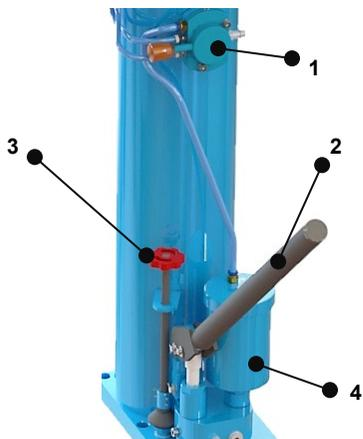
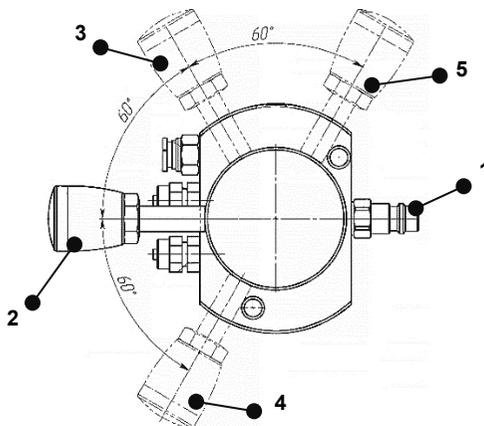

Рис.1 (для модели РП)
Рис.2 (для модели П, РП)
- 5.1 Присоедините пневмошланг линии сжатого воздуха к штуцеру пневмораспределителя (Рис.1 поз.1, Рис.2 поз.1). Рабочее давление линии сж. воздуха 6-10 бар.
- 5.2 Убедитесь, что клапан сброса давления (Рис.1 поз.3) закрыт (по ЧС). Для быстрого подвода штока, переместите ручку распределителя из нейтрального положения 2 в положение 3 (Рис. 2). Достигнув нагрузки верните ручку в нейтральное положение 2 (Рис.2).
5.3 При помощи ручного насоса (Рис.1 поз.2) осуществите подъём транспортного средства или иного груза. При наличии пневмогидравлического двигателя (Рис.1 поз.4) подъём под нагрузкой может осуществляться перемещением ручки распределителя из положения 2 в положение 5 (Рис. 2), достигнув нужной высоты переведите ручку распределителя в нейтральное положение 2 (Рис. 2).
5.4 Для возврата штока откройте клапан сброса давления против ЧС (Рис.1 поз.3) и переместите ручку распределителя из положения 2 в положение 4 (Рис.2). После полного возврата штока переведите ручку распределителя в нейтральное положение 2 (Рис.2) и отключите подъёмник от линии сжатого воздуха.